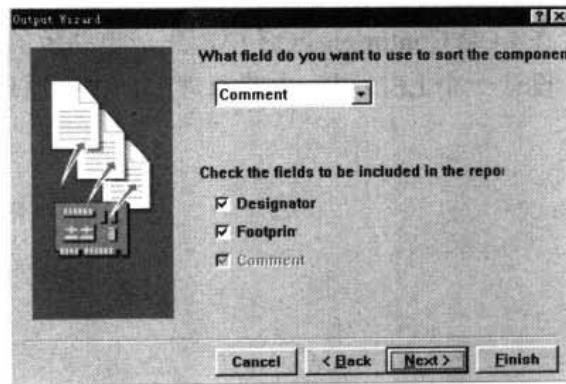

图 18-16 设置元件排序依据选择对话框
(5) 单击 Next 按钮，弹出如图 18-16 所示的元件排序依据选择对话框。